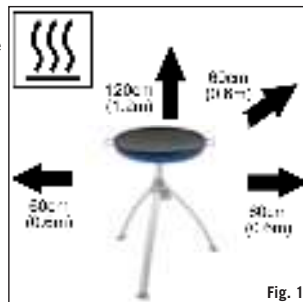

Fig. 1
- Non ricoprire o cambiare le prese d'aria della casseruola di cottura (F) sul piatto di base, poiché ciò finirà per influenzare il flusso d'aria verso le prese d'aria del gambo, situate all'interno dell'alloggiamento dei treppiedi (J). Ciò, a sua volta, inciderà sulla funzionalità del prodotto, comportando il rischio di una fiamma instabile. Assicuratevi che il dispositivo sia usato a distanza da materiali infiammabili. Le distanze minime di sicurezza sono:
- Sopra il dispositivo 1,2 m. Dietro e sui lati 600 mm. (v. Fig.1)